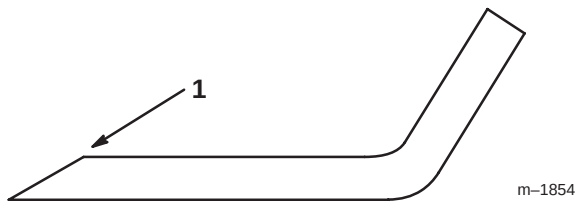

Figure 33
1. Au moyen d'une lime, aiguiser les tranchants aux deux extrémités de la lame (Fig. 33) en veillant à conserver l'angle de coupe d'origine. Limez la même quantité de métal sur chacun des deux tranchants pour ne pas déséquilibrer la lame.